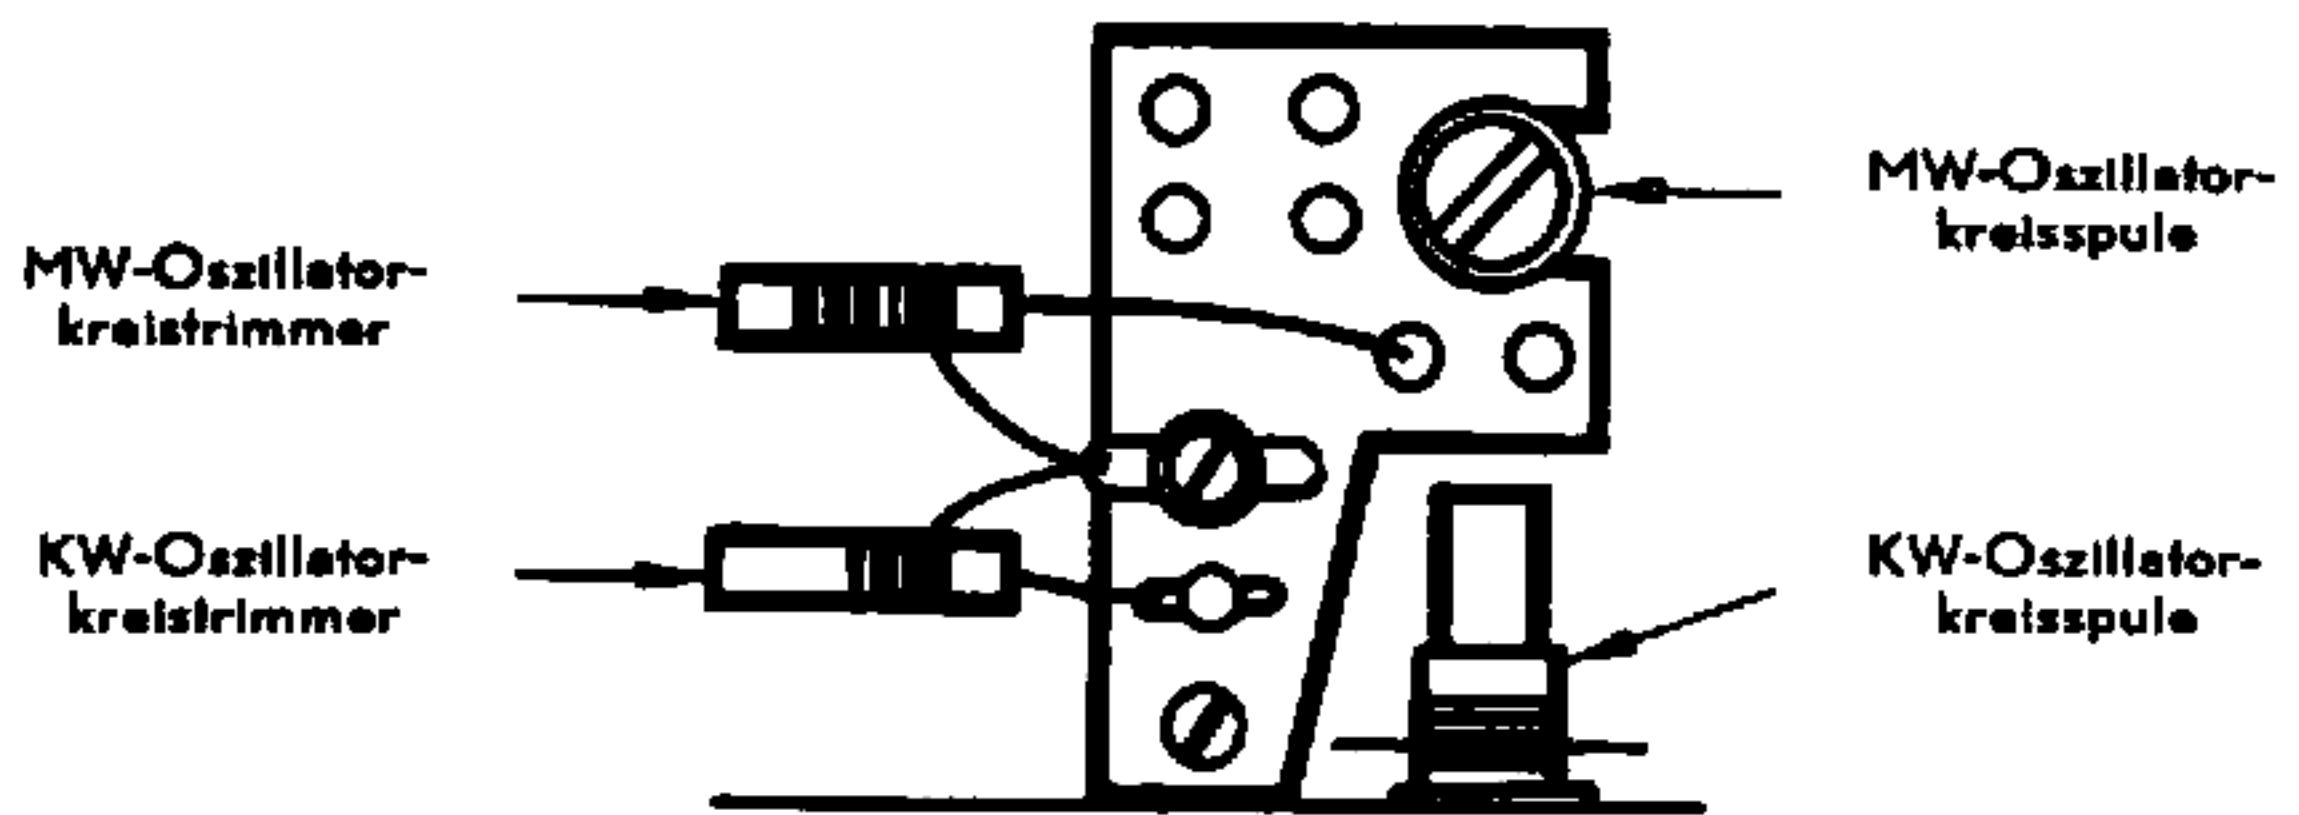

Abb. 2
2. **Oszillator-Abgleich:** dieser ist für Mittelwelle (MW) und Kurzwellen (SW) analog vorzunehmen: das kurzwellige Ende (z. B. bei MW : 185 m) wird mit dem zugehörigen Oszillatortrimmer (Abb. 2) eingestellt; das langwellige Ende mittels Eisenkern der entsprechenden Oszillatorterspule. (Abb. 2)